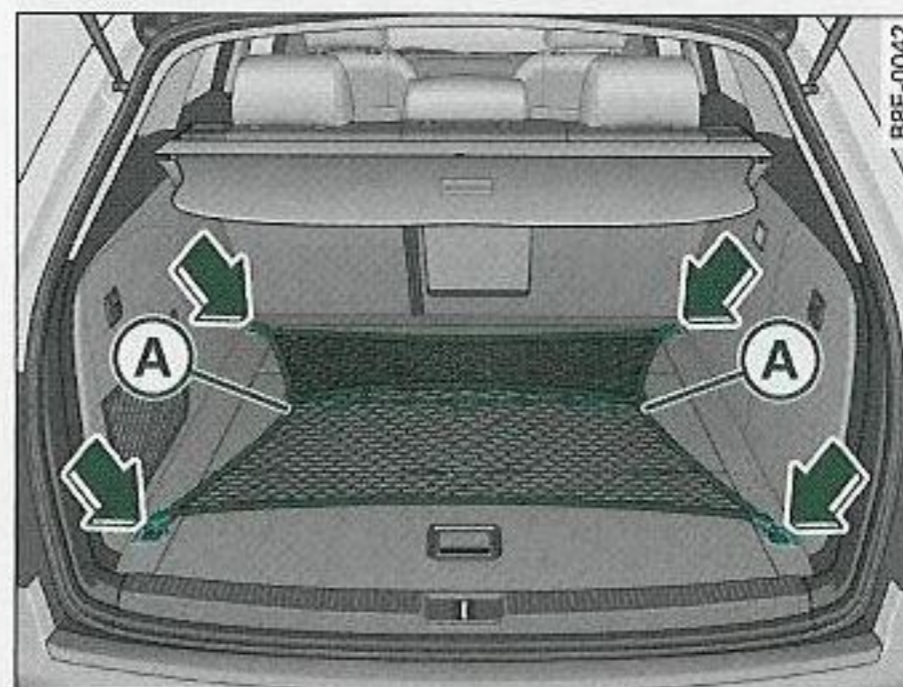
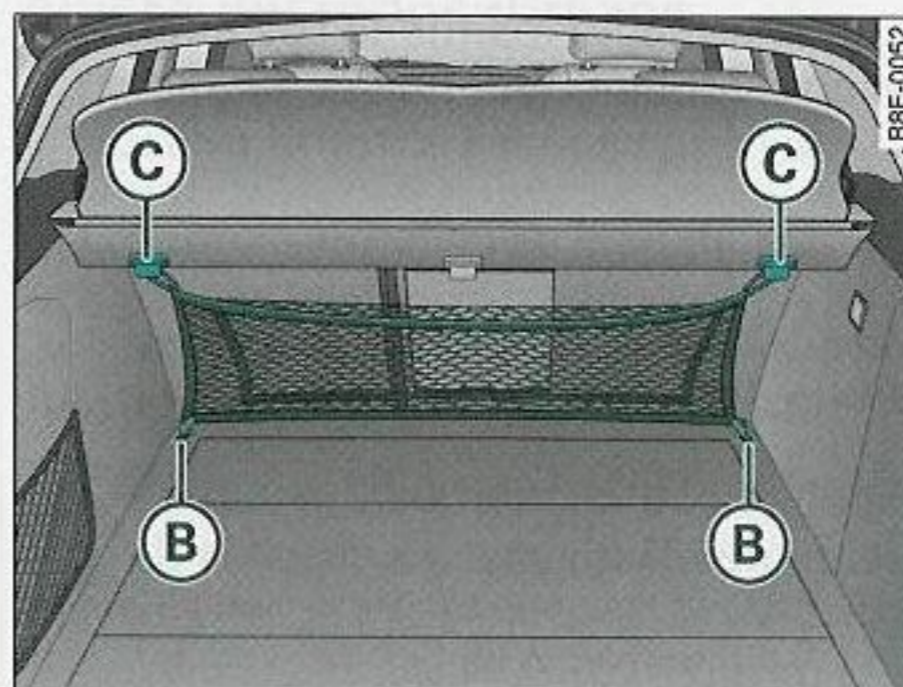

Fig. 95 Red para equipaje extendida
Fig. 96 Red portaobjetos enganchada
- Enganche la red para el maletero en las cuatro argollas de amarre -flechas- ⇒ *página 112, fig. 95.*
- Enganche los ganchos de la red portaobjetos en las argollas de amarre (B) ⇒ *página 112, fig. 96.*
- Tire de la red hacia arriba y cuelgue las argollas (A) ⇒ *página 112, fig. 95* en los ganchos (C) ⇒ *página 112, fig. 96.*